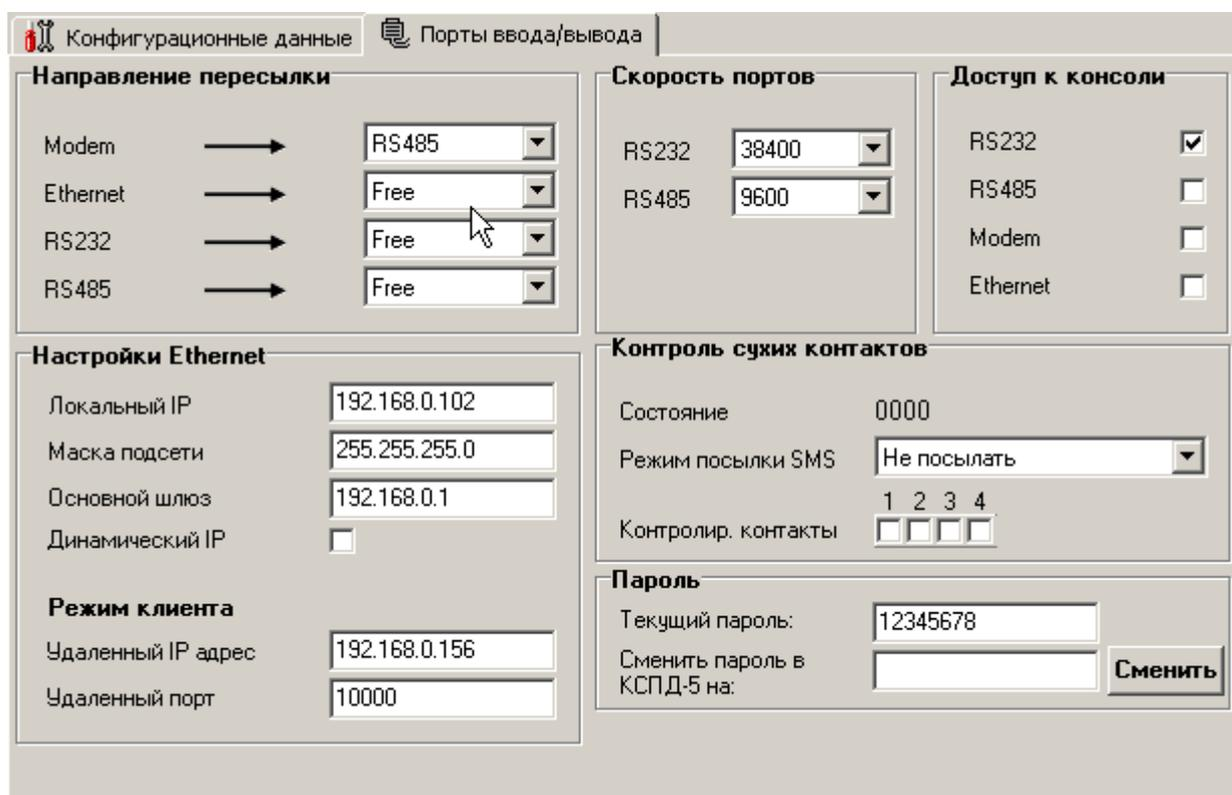

Рисунок 12. Порты ввода-вывода
**Примечание2:** перед тем как подтвердить запись данных необходимо ввести пароль на вкладке «Порты ввода/вывода» (рисунок 12).
Для настройки портов связи КСПД-5 переходим на вкладку «Порты ввода-вывода» окна режима Эксперта (рисунок 12). Окно «Порты ввода-вывода» содержит пять информационных блоков:
- ввести пароль КСПД-5 на вкладке «Порты ввода/вывода» (рисунок 12);